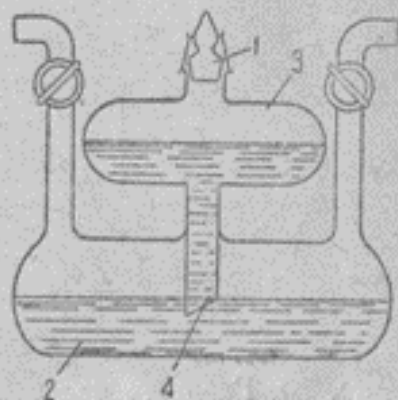

Рис. 12. «Гусек» с постоянным уровнем.
**«Гуськи».** Для работы с жидкими веществами употребляются «гуськи». Наиболее удобный для работы «гусек» изображен на рис. 12. «Гусек» такого вида называется «гуськом» с постоянным уровнем. По мере испарения жидкости площадь испарения может меняться, а это сильно влияет на количество испаряющейся жидкости в минуту. Для поддержания постоянства концентрации необходимо поддерживать и постоянство испарений жидкости.